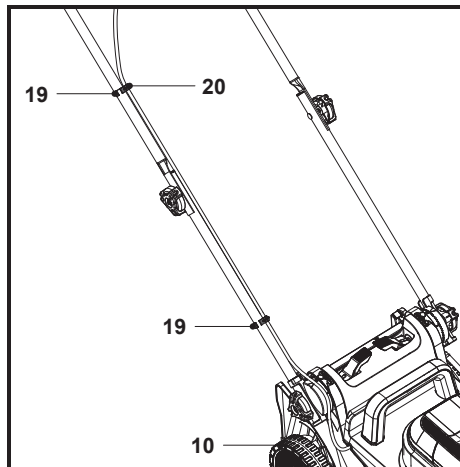

Fig. 4
6. Fixe o cabo de controlo (20) com os dois grampos do cabo (19) (Fig. 4).